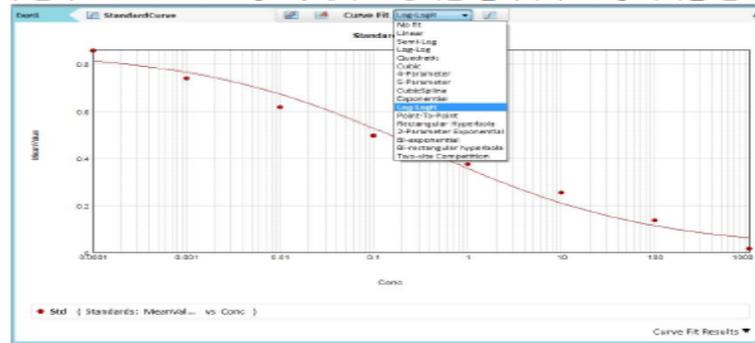

Figure 11. StandardCurve window
- ① Standards group에 MeanValue를 선택합니다.
- ② MeanValue를 double click 하면 Formula Editor가 나타납니다.
- ③ Value들의 평균을 구하기 위한 식 Average(Value)를 typing 합니다.
- ④ 이때 Syntax Helper를 누르시면 Formula setting에 큰 도움을 드립니다.
26. 또한 standard groups에서 나온 결과 값을 이용하여 standard curve를 그리고 싶을 때는 아래 그림 (Fig. 11)과 같이 StandardCurve group에서 fit 공식을 선택하여 fitting 하시면 됩니다.